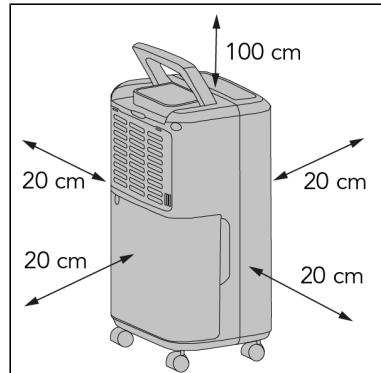

Figura 53.
2. Mantenere le seguenti distanze minime per garantire una corretta circolazione dell'aria dell'unità (Figura 53\*):